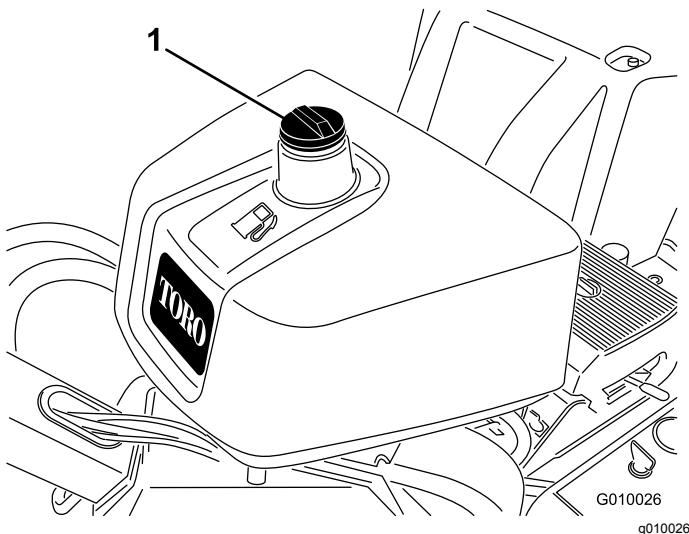

Figura 17
2. Limpe a zona em redor da tampa do depósito de combustível e retire-a (Figura 17).